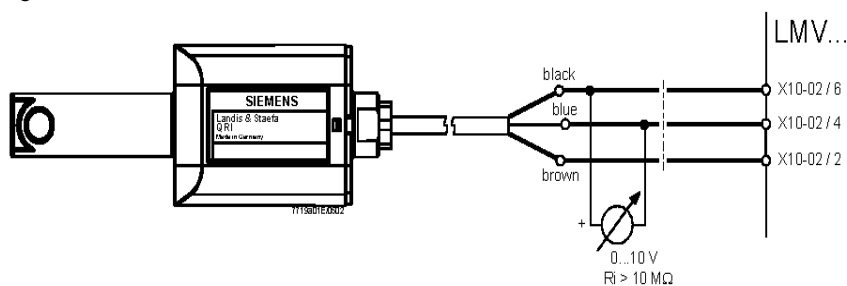

Fig. 4 - Rilevazione con fotocellula QRI..
2. Spingere VD in avanti fino alla battuta, fig. 4.